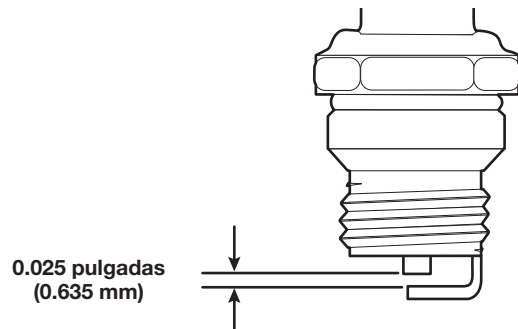

Fig. 35
4. Use un calibre de hoja para ajustar abertura de la bujía a **0.025 pulgadas (0.635 mm)** (Fig. 35).